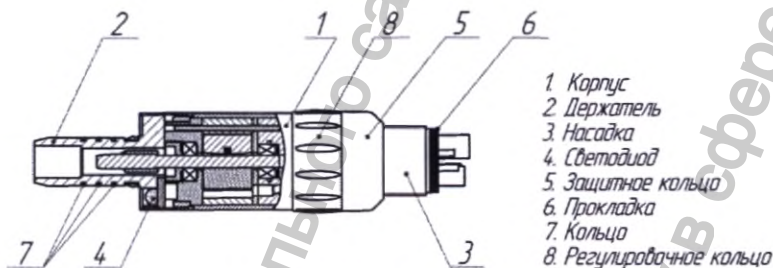
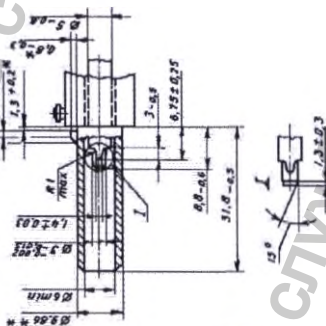

Рис. 1. Микромотор «ФОТОН МП»
Рис. 2. Присоединительные размеры микромотора
2.1 Конструкция микромотора представлена на рис. 1. Присоединительные размеры микромотора на рис. 2. Конструкция микромотора обеспечивает безопасную и надежную работу, а также разбирается и собирается для технического обслуживания и ремонта.